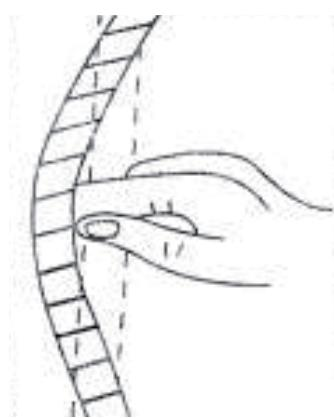

Рис. 5
7. Натисніть на ремінь рукою. Якщо ремінь встановлений правильно, він повинен прогнутися не більш, ніж на 12,7 мм (рис. 5).